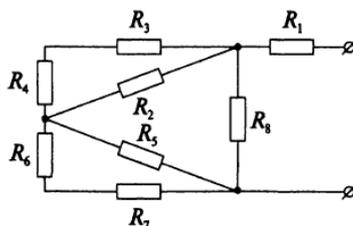

Рисунок 2
3. Определить эквивалентное сопротивление цепи (рис. 2), состоящей из резисторов каждый по  $12\text{ Ом}$ .